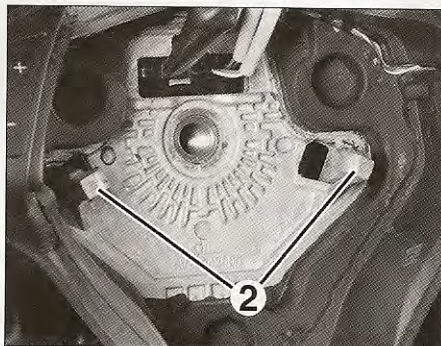
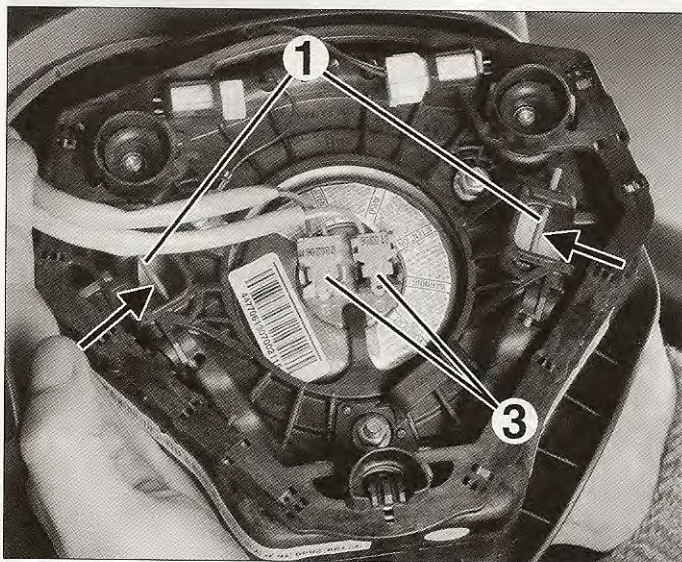

FIG. 3
FIG. 4
- Empujar hacia atrás los muelles (1) (fig. 4) en ambos lados con los útiles para separar los airbags de los ganchos de fijación (2) (fig. 3).
- Desconectar los 2 conectores (3) (fig. 4).